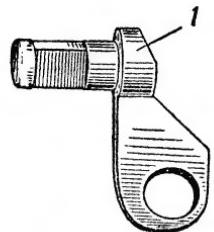

Рис. 93. Предохранитель:
8. В автоматической винтовке предохранитель (рис. 93) не имеет на головке выступа, который в самозарядной винтовке ограничивает проворот флагка предохранителя вправо, и, кроме того, на головке предохранителя сделан скос для обеспечения большего отхода хвоста спускового крючка назад.